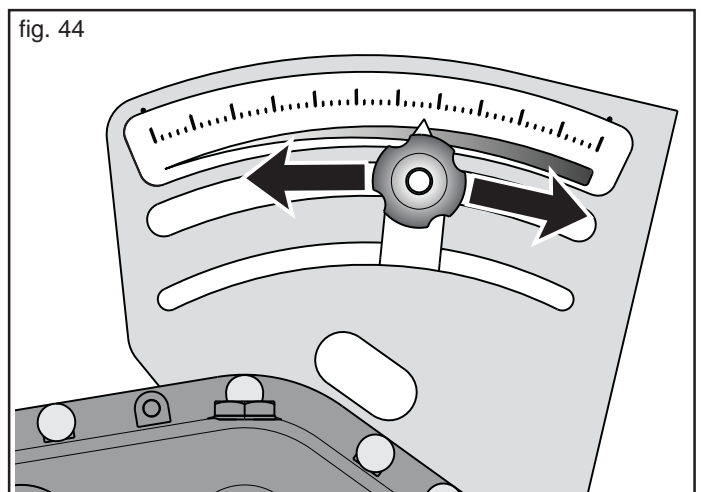

fig. 44
- 7) ... den Hebel bis an den Endanschlag der Skala «55» verschieben und ihn dann wieder auf «0» (Null) stellen. Nun den Hebel auf den berechneten Wert stellen (Abb. 44).